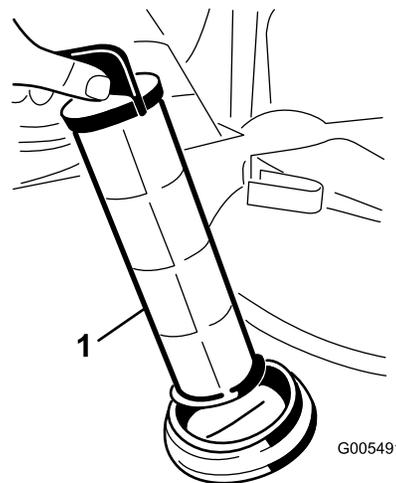

Рисунок 42
4. Извлеките сетчатый фильтр линии всасывания из его корпуса в баке (**Рисунок 42**).